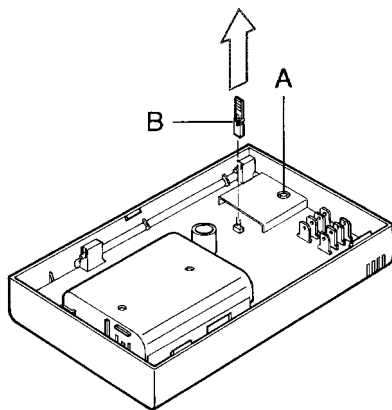

Fig. 21
Qualora, per qualsiasi motivo, fosse necessario annullare i programmi personalizzati, aprire l'apparecchio e premere il pulsante di azzeramento A (fig. 21).
11.3 - PROGRAMMI DI RAFFRESCAMENTO. Al posto del programma di RISCALDAMENTO 2, è possibile selezionare il programma di RAFFRESCAMENTO togliendo il ponticello B (fig. 21), prima di inserire le pile all'atto dell'installazione. La selezione di questo programma può essere eseguita anche in un periodo successivo all'installazione premendo il pulsante di azzeramento A, dopo aver tolto il ponticello B (fig. 21). Per ripristinare il programma di RISCALDAMENTO 2 reinserire il ponticello B e premere il pulsante di azzeramento A (fig. 21). L'azionamento